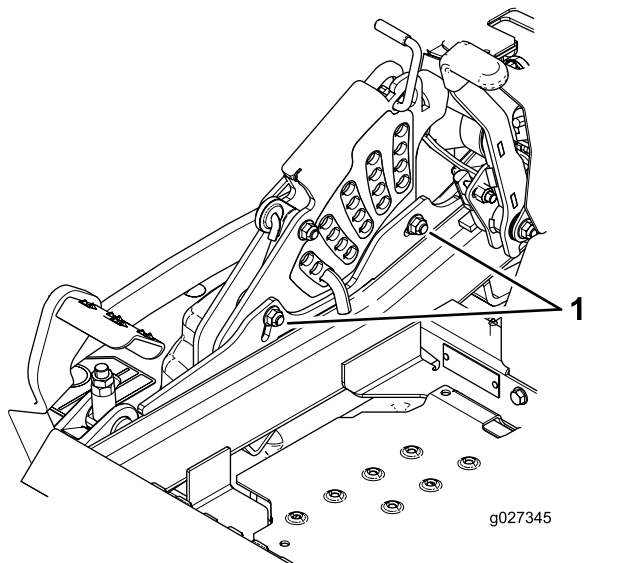

Figura 108
11. Para ajustar el sistema de ajuste de un solo punto, afloje los 2 pernos situados cerca del borde inferior de la pletina de altura de corte (Figura 108).
13. Apriete los 2 pernos en el borde inferior de la pletina de altura de corte (Figura 108).